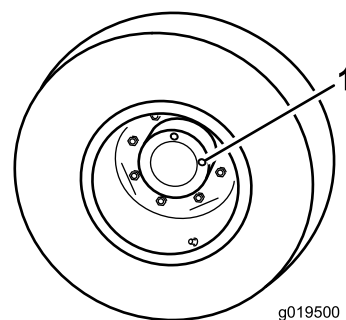

図 73
1. 水平な床面で、点検プラグ（図 73）の1つが時計の 12 時を指し、もうひとつが 3 時を指すように駐車する。
2. 3時の位置にあるプラグを外す（図 73）。オイルが点検穴の下の方まであれば適正である。